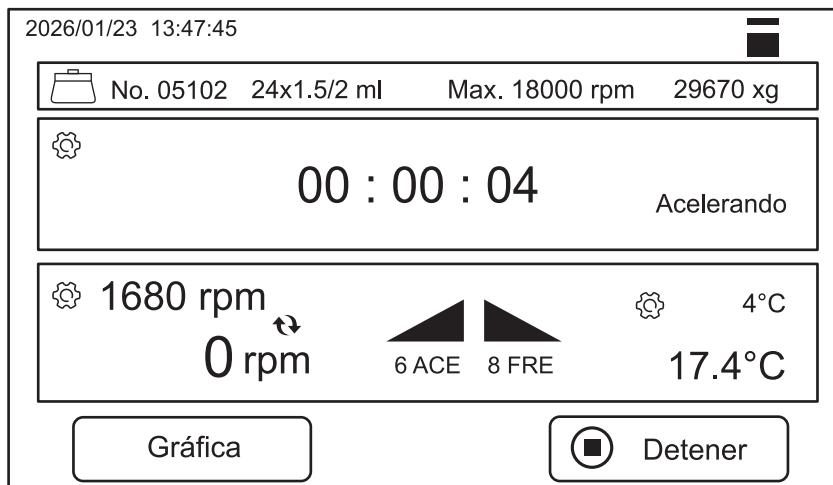

Figura 8.
- Si se opera la centrífuga a través del botón “**Pulsado**”, la interfaz de operación de inicio será como se muestra en la Figura 8.